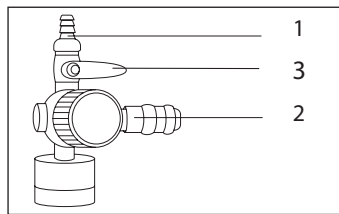

Рис. 4
- 6.7 Благодаря конструкции компрессора (для WO 50-300, WO 80-360, WO 100-400), Вы можете подключать одновременно два инструмента. На выходе из компрессора предусмотрены штуцера двух типов: «елочка» (Рис. 4, п. 1) и быстросъемный (Рис. 4, п. 2).
К инструменту, подключенному к быстросъемному штуцеру, воздух поступит автоматически. Для подачи давления к инструменту (для WO 50-300, WO 80-360, WO 100-400), подключенному к штуцеру типа «елочка», откройте шаровый кран (Рис. 4, п. 3). Рабочее давление на выходе может изменяться непосредственно в процессе работы регулятором (Рис. 1, п. 4). Также можно отрегулировать расход воздуха отдельно только у инструмента, подключенного к штуцеру посредством регулировки положения крана (Рис. 4, п. 3).
**ПРИМЕЧАНИЕ!** При работе одновременно двумя инструментами следует помнить, что давление в обоих инструментах будет одинаковым, а расход воздуха будет распределяться пропорционально соотношению проходных сечений инструментов или выходных штуцеров в случае регулирования расхода воздуха краном (Рис. 4, п. 3), т.е. при увеличении расхода воздуха через штуцер (Рис. 4, п. 1) будет уменьшаться расход воздуха через штуцер (Рис. 4, п. 2) и наоборот.
- к штуцеру типа «елочка» – закройте кран (Рис. 4, п. 3), ослабьте хомут (если установлен), смените шланги инструмента, снова затяните хомут и откройте кран, установив необходимый расход воздуха;